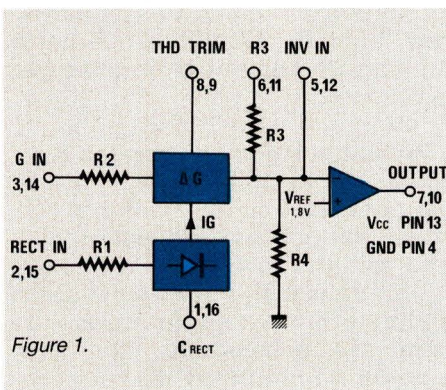

Figure 1.
La figure 1 donne un exemple d'ensemble complet d'émission et de réception de télétexte en mode radiodiffusé.
La partie basse de la figure 1 nous montre le côté réception où l'on voit le récepteur TV lui
Le circuit intégré NE 570 (571) étant un double compandeur, pour la description du circuit nous ne nous intéresserons qu'à une moitié du circuit. Chaque moitié du circuit est composée, comme le montre le schéma de principe de la **figure 1**, d'un redresseur double alternance, d'une cellule à gain variable, et d'un amplificateur opérationnel accompagné d'un circuit de polarisation.